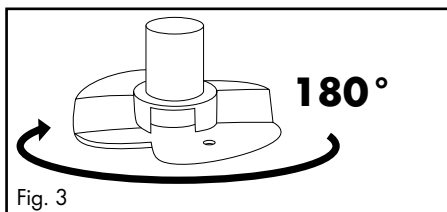
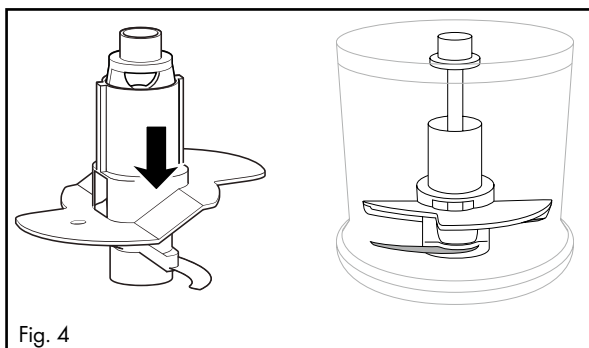

Fig. 3
Fig. 4
- Per 200 ml di panna ruotare il disco emulgatore **6** in orizzontale di 180° (fig. 3) in modo tale che poggi solo su una lama **7** e si innesti in posizione (fig. 4). In tal modo il disco emulgatore **6** attraversa la panna in una posizione superiore: